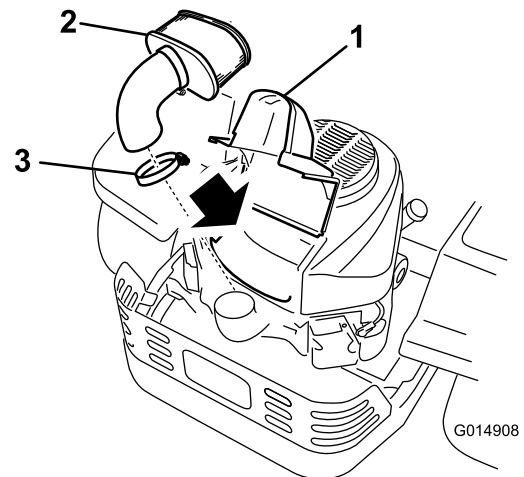

Bild 34
3. Reinigen Sie den Bereich um den Luftfilter herum, um zu verhindern, dass Schmutz in den Motor fällt und Schäden verursacht. Heben Sie die Abdeckung an und entfernen die Schlauchklemme, mit der der Luftfilter am Motor befestigt ist (Bild 34).
4. Lösen Sie die Schlauchklemme und entfernen den Papiereinsatz (Bild 34).